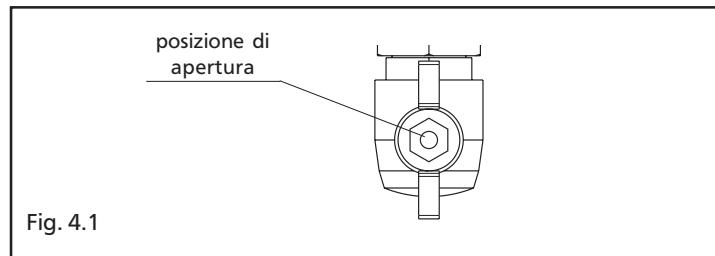

Fig. 4.1
- accedere al rubinetto del gas attraverso le feritoie della copertura raccordi posta nella parte inferiore della caldaia. Aprire il rubinetto ruotando in senso antiorario la manopola per permettere il flusso del combustibile (fig. 4.1)